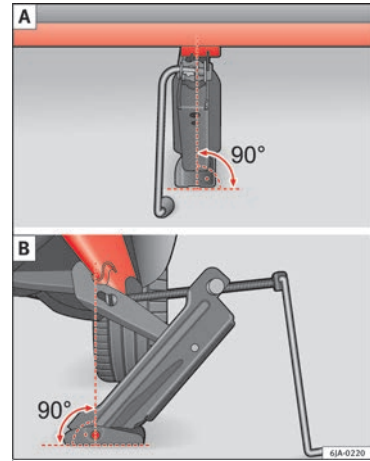

Fig. 64 Colocación del gato.
- Ajuste el gato para que su garra abarque el punto de apoyo del larguero inferior » fig. 64 - B debajo del estampado.
- Asegúrese de que la base del gato esté apoyada con toda su área sobre una superficie plana y esté en posición vertical » fig. 64 con relación al punto donde la garra abarca el punto de apoyo del larguero.